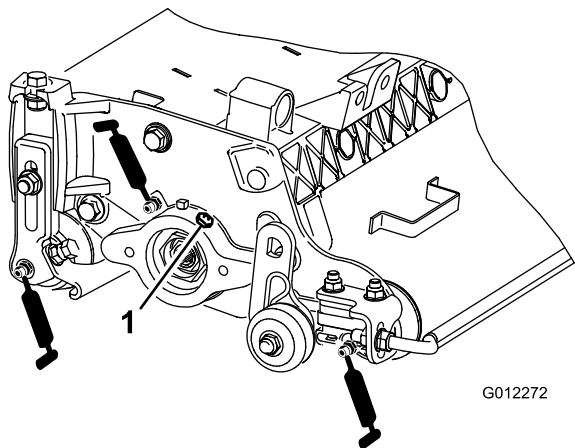

图8
每个切根刀带有 7 个黄油嘴(图8)，必须每周使用 2 号通用型锂基润滑脂润滑。
2. 涂抹润滑脂，直至滚筒密封件和轴承释放阀外面看得到润滑脂（图8）。